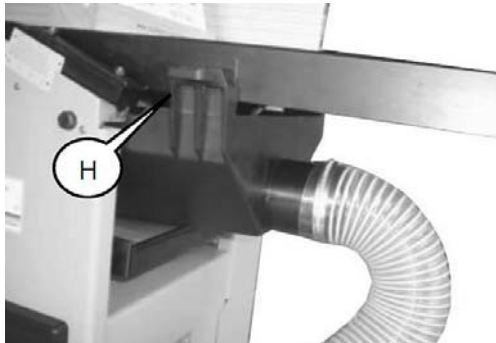
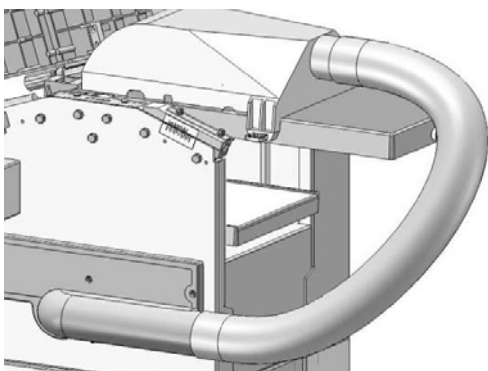

Fig. 25 : Montage de la hotte d'aspiration des copeaux
Fig. 26 : Raccorder le tuyau d'aspiration
Étape 5 : Retirez les deux supports (H, Fig.25) du capot de succion.
Les supports (voir Fig. 25) de la hotte d'extraction des copeaux activent un interrupteur de sécurité sur la machine. Si cet interrupteur de sécurité n'est pas activé, la machine ne peut pas être mise en marche !
Étape 6 : Faites pivoter la hotte d'aspiration vers le haut (Fig.26) et fixez-la à l'aide des deux supports (H, Fig.25). Veillez à ce qu'il s'enclenche correctement !
Étape 7 : Raccordez le tuyau d'aspiration à la prise d'aspiration du châssis de la machine et à la prise d'aspiration de la table de rabotage à l'aide d'un collier de serrage (Fig. 26).